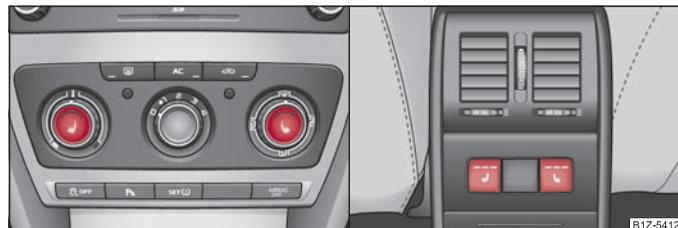

Fig. 1 Cuadro de interruptores: Regulador de calefacción de los asiento delanteros / traseros
- Accionando el interruptor  ⇒ fig. 1 - a la derecha, podrá conectar y regular la calefacción del asiento izquierdo, o bien del asiento trasero derecho.